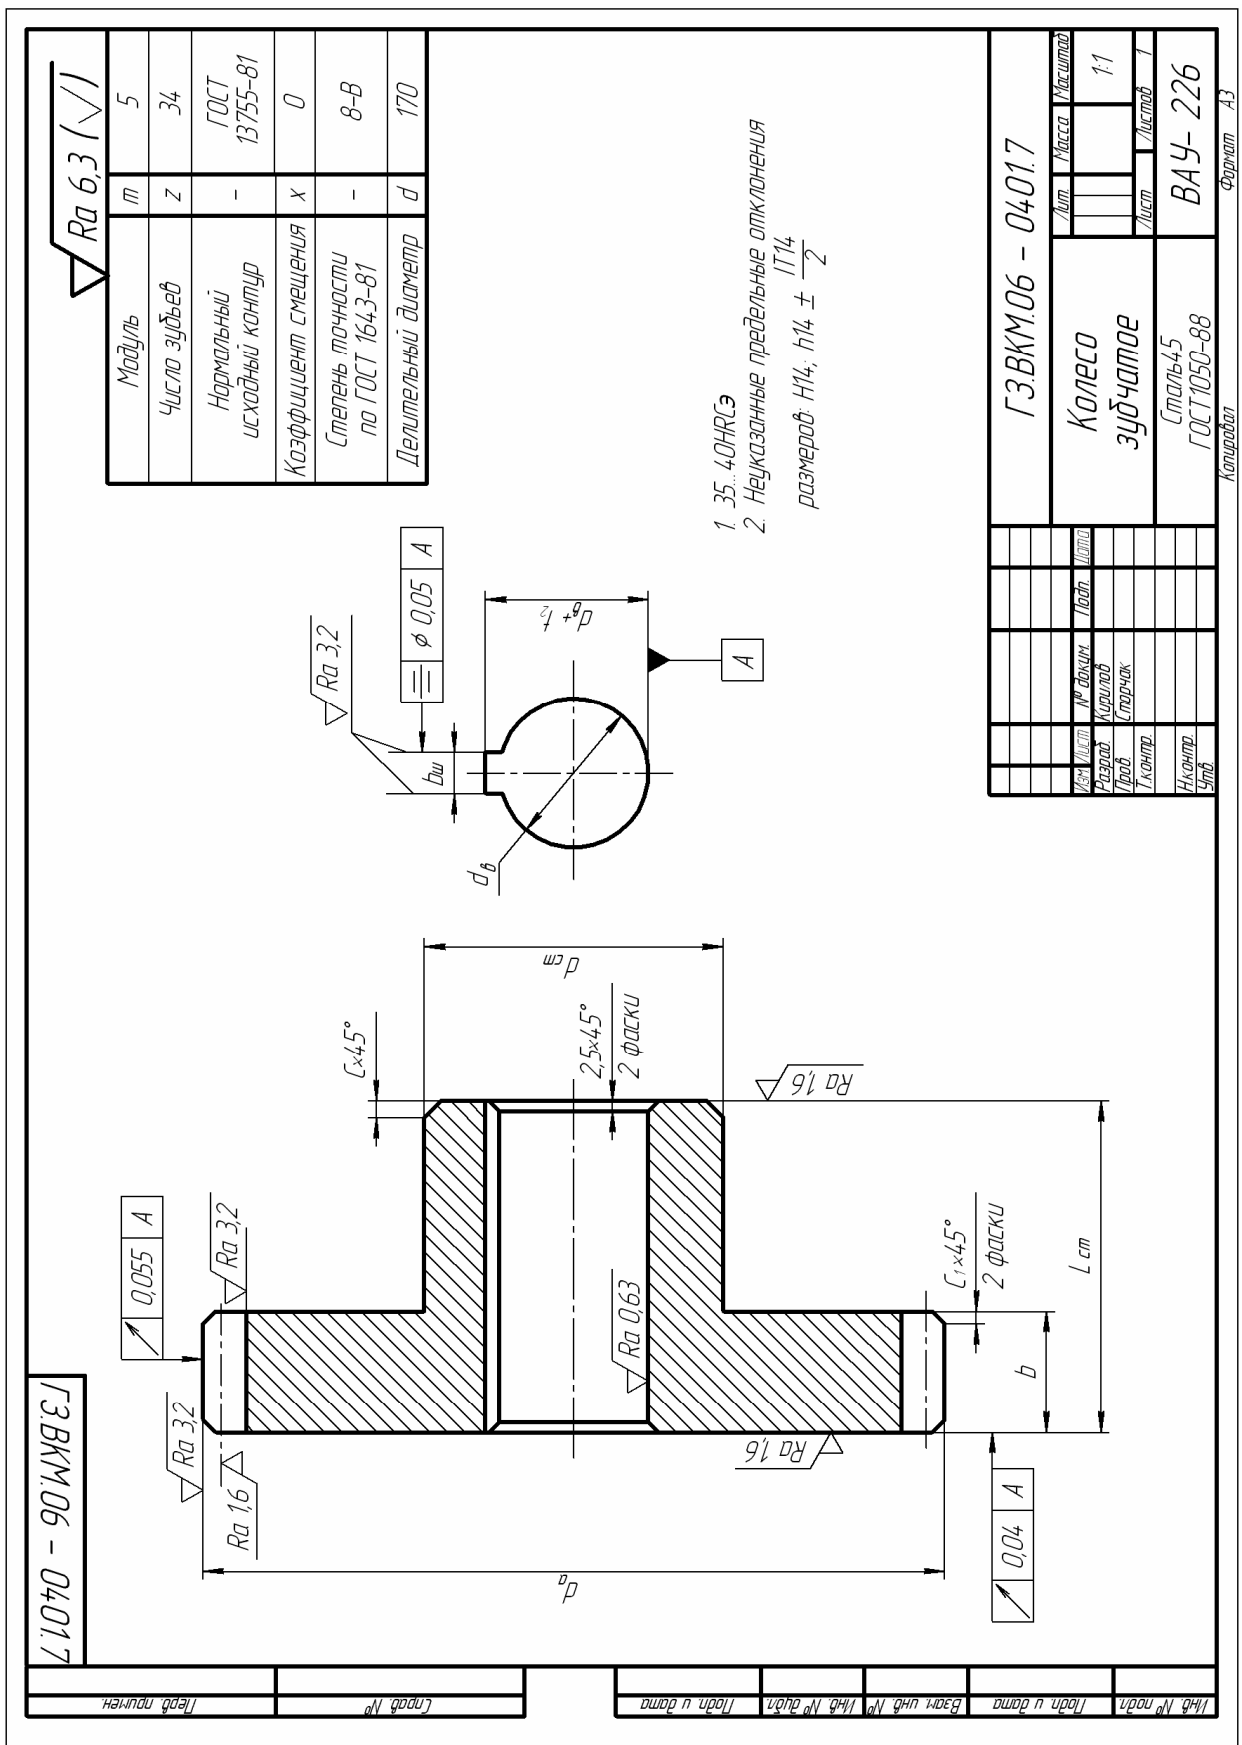

Рис. 13
6. Образцы выполнения чертежей зубчатого колеса, вала и втулки приведены на рис. 13, 14, 15.